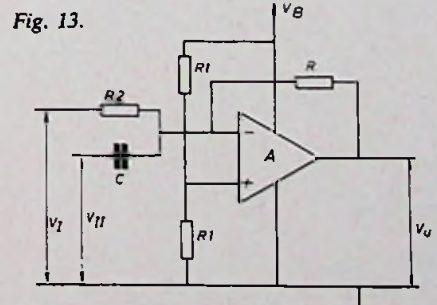

Fig. 13.
waarmee is aangetoond dat men met behulp van een schakeling als in fig. 12 in principe uit een lineair met de plaats variërende elektrische spanning (16) een lineair van de snelheid afhankelijke spanning kan afleiden. Op details als schaalwaarde en nulpunt zullen wij pas ingaan bij de gedetailleerde behandeling van de schakelingen. Om de wijze van optellen en aftrekken van snelheden duidelijk te maken gaan wij uit van de schakeling in fig. 13. Afgezien van R₂ is deze schakeling gelijk aan die in fig. 12, zodat ook hier geldt:
Als wij nu bedenken dat wij het „nulpunt“ in de representatie van een snelheid door V_u kunnen kiezen bij V₊, terwijl ook de constanten voor \dot{x}_1 en \dot{x}_2 in (38) vrij gekozen kunnen worden (waarde van componenten) en V₊ gelijk gemaakt kan worden aan 1, dan is het rechterdeel van (38), wat structuur aangaat gelijk aan het rechterdeel van de vergelijking van \dot{x}_B in (14). Vergelijking (38) geeft het wezen van de analoge rekenwijze weer: de representatie van plaatsen en snelheden door elektrische spanning en het opbouwen van een schakeling die via deze spanningen een soortgelijk verband oplevert als het verband dat er tussen plaatsen en snelheden bestaat, levert in (38) links van het „is gelijk aan“ teken een elektrische spanning op terwijl aan de rechterzijde snelheden voorkomen! Het zal duidelijk zijn dat de constanten K, m, I enz. behalve een getalwaarde tevens een dimensie zullen moeten hebben om te vermijden dat er in de vergelijkingen als (16), (17), (18), (19), (34), (37) en (38) aan weerszijden van het „is gelijk“ teken grootheden voorkomen die wegens een verschil in dimensie in het geheel niet vergelijkbaar zijn. Het zal nu ook duidelijk zijn, dat ingeval er een *volkomen simulatie* plaatsvindt het ook eigenlijk niet meer zo veel uitmaakt of men over spanningen dan wel over plaatsen en snelheden spreekt. Zo zou men in fig. 13 kunnen zeggen dat als bij R₂ de horizontale component van de racketsnelheid en bij C de horizontale plaats van de bal wordt aangeboden, wij dan aan de uitgang van de OpAmp de *nieuwe* waarde voor de horizontale component van de *balsnelheid* verkrijgen ingeval er een botsing tussen het racket en de bal zou plaatsvinden. Op deze wijze worden het op te lossen probleem en de simulatie als het ware een geheel.
Natuurlijk kunnen in plaats van de combinatie van één weerstand (R₂) en één condensator (C) in fig. 13 ook andere combinaties worden gebruikt, bijv. 3 weerstanden en 2 condensatoren, al naar gelang de